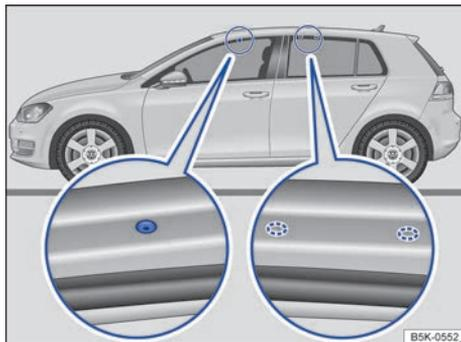

Fig. 177 Puntos de fijación para los soportes básicos (berlina).
Los orificios para fijar el soporte básico delantero se encuentran en la parte inferior de los largueros del techo y van cerrados con tornillos de plástico → fig. 177 (imagen ampliada izquierda) que hay que desenroscar antes de comenzar con el montaje.
Las marcas para fijar el soporte básico trasero se encuentran en la parte inferior de los largueros del techo → fig. 177 (imagen ampliada derecha).
- Monte los soportes básicos únicamente en los orificios y las marcas que aparecen señalados en la ilustración → fig. 177.